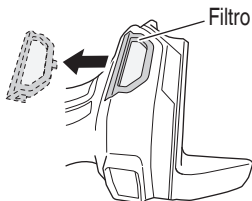

Fig. 19
- Si la malla está obstruida y no se pueden eliminar los residuos o el polvo, desmonte el filtro y límpielo con una pistola de aire, etc. (Fig. 19).